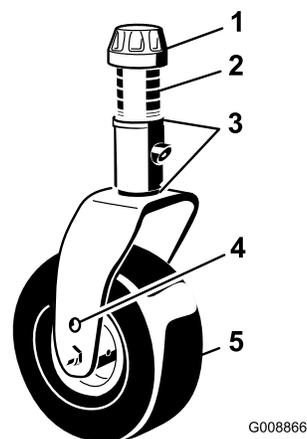

Figure 77
1. Enlevez le chapeau de tension de l'axe de pivot et sortez l'axe du bras pivotant (Figure 77). Repositionnez les cales pour élever ou abaisser la roue pivotante, selon les besoins, et obtenir la bonne inclinaison.